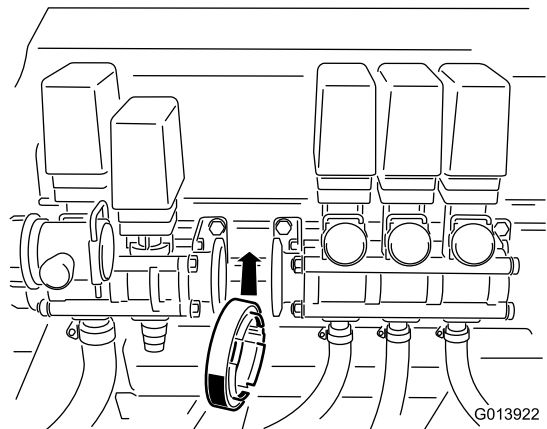

図8
20. ブームバルブ・アセンブリを新しいエダクタバルブの方へ戻し、2つのアダプタがガスケットを間に挟んで面一になるようにする図8。